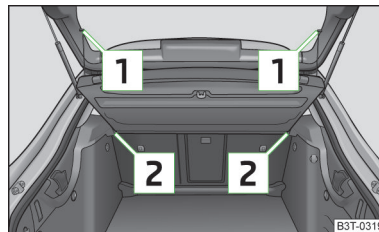

Fig. 104
- Enganchar las cintas de sujeción [1] » fig. 104 en la tapa de maletero.
- Introducir la cubierta del maletero en las fijaciones [2] » fig. 104.